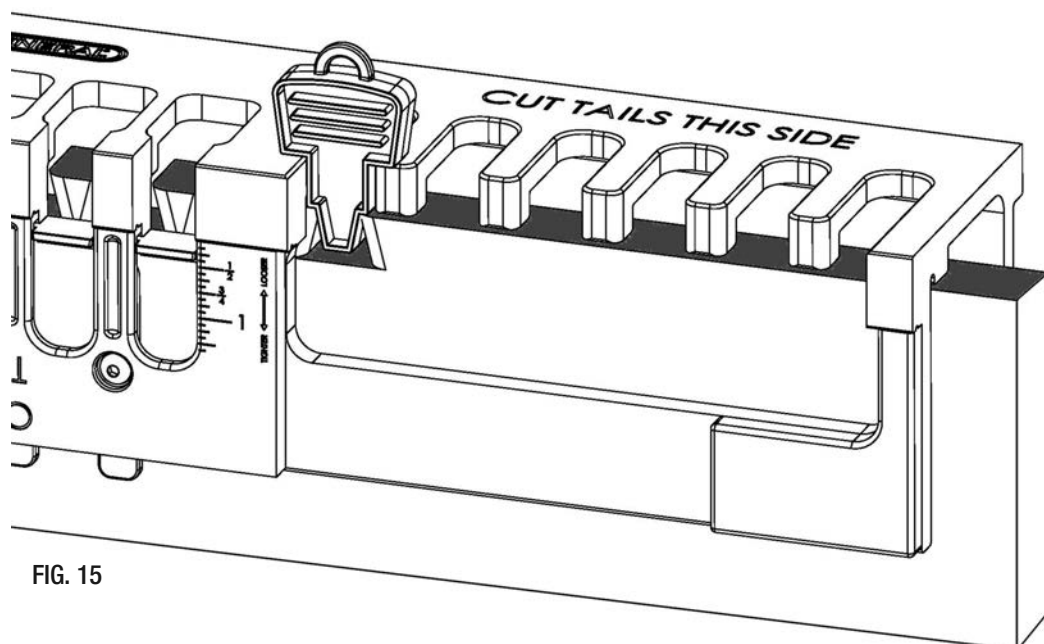

FIG. 15
3. Inserte la herramienta de alineación en la ranura para alinear correctamente la madera con la plantilla. (FIG. 15)